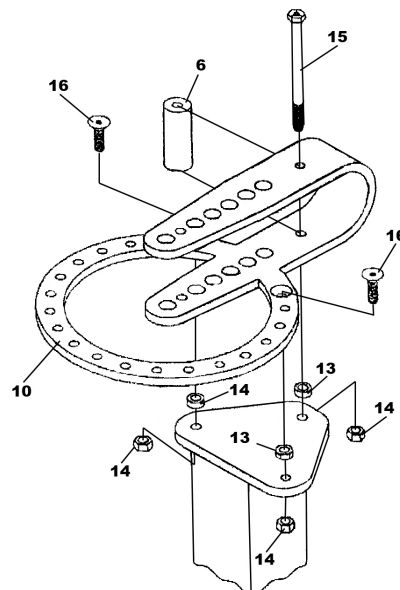

Abbildung 1
- Fixieren Sie den Sockel (11) mit Schrauben und Dübeln auf einem stabilen und ebenen Untergrund.
- Legen Sie die Distanzringe (13) auf die drei Löcher des Sockels (11).
- Setzen Sie nun das Gestell (10) auf die Distanzringe (13) und verschrauben Sie es mit zwei Schrauben (16) und Muttern (14).
- Schieben Sie die Abstandswalze (6) zwischen die zwei hinteren Löcher des Gestells (10) und befestigen Sie es mit der Schraube (15) und einer Mutter (14) (Abbildung 1).